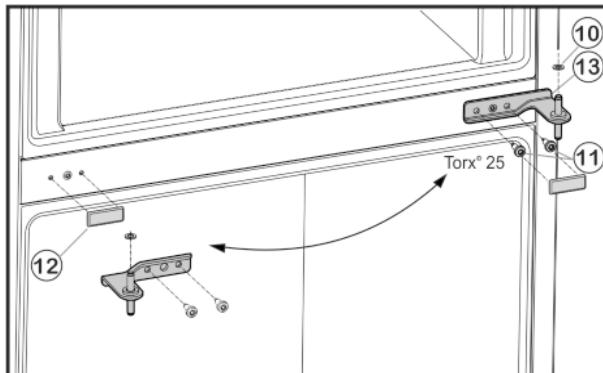

Fig. 6
- ▶ Развийте закрепващите винтове Fig. 6 (11) (2 x Torx® 25) и извадете средната лагерна опора от долната врата.
- ▶ Свалете пластмасовия диск Fig. 6 (10).
- ▶ Изтеглете внимателно капака Fig. 6 (12).
- ▶ Поставете капака Fig. 6 (12) отново на срещуположната страна.
▶ Поставете средната лагерна опора Fig. 6 (13), завъртяна на 180° в долната врата и я завийте съсзакрепващите винтове Fig. 6 (11) (2 x Torx® 25) върху новата шарнирна страна (**с 4 Nm**).
- ▶ Поставете отново пластмасовия диск Fig. 6 (10).
- ▶ Поставете горната врата върху лагерната опора в средата Fig. 6 (13).